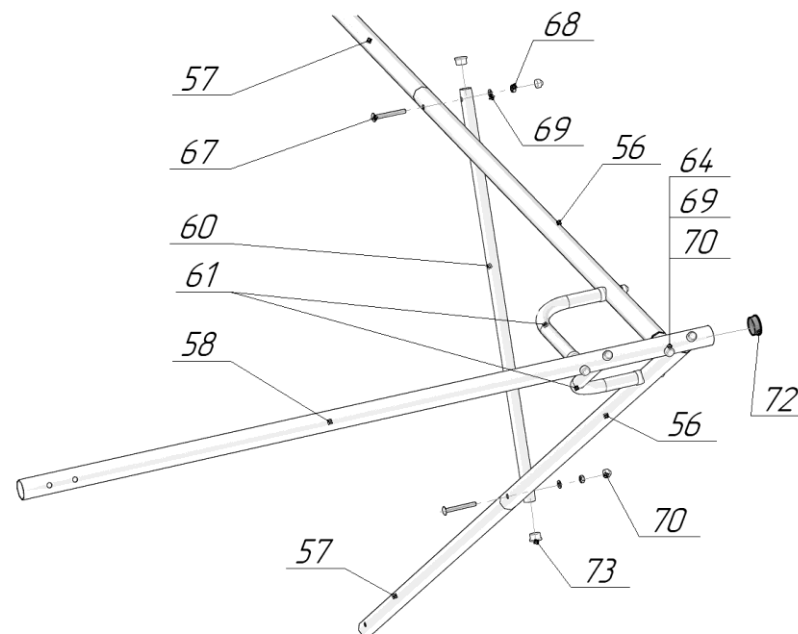

Рис.10 – Схема сборки секции качелей.
6.6. Сборка секции качелей представлена на рис. 10.